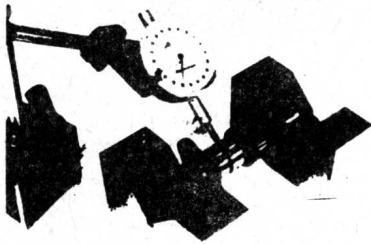

图 1-28
6. 检查凸轮轴的偏摆。放在 V 形铁上进行测量,如图 1-28 所示,使用极限为 0.1 毫米。